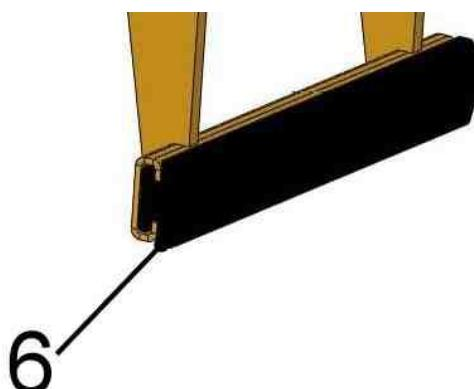
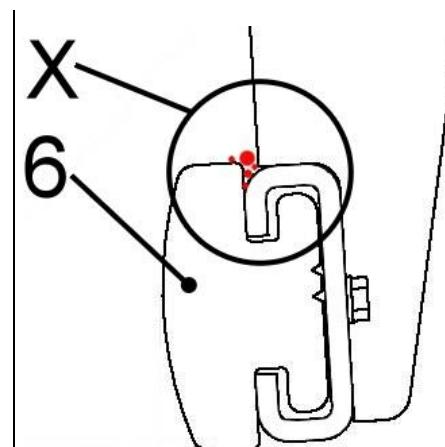

Fig.. 1
Fig. 2
Inspección periódica de la suciedad (por ejemplo, pequeñas partículas de piedra) en el área superior (ver "X" en la figura 2) de los remaches de goma (6) → ver fig.1 / fig.2.